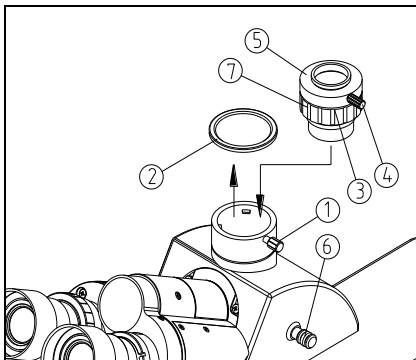

图 36
- (1) 松开三目观察筒上的锁紧螺钉①，将三通防尘盖②取出。（如图 36）
- (2) 取下摄像接筒③两端的防尘盖，将摄像接筒按图示方向装入三通接口，旋紧锁紧螺钉①。
- (3) 松开摄像接筒上的锁紧螺钉④，将摄像机接口（C 型卡口）⑤从摄像接筒上取下，旋入 CCD 或摄像机，再将装有 CCD 或摄像机的接口装回摄像接筒，并旋紧锁紧螺钉④。